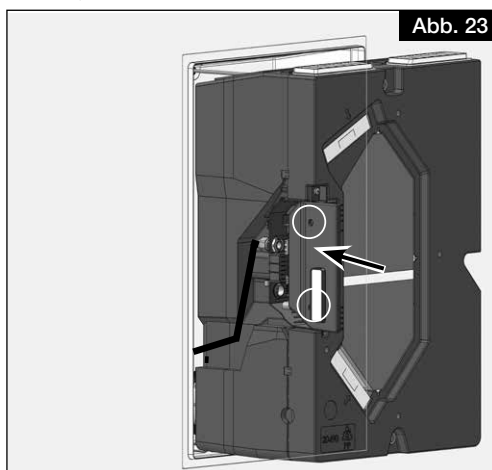
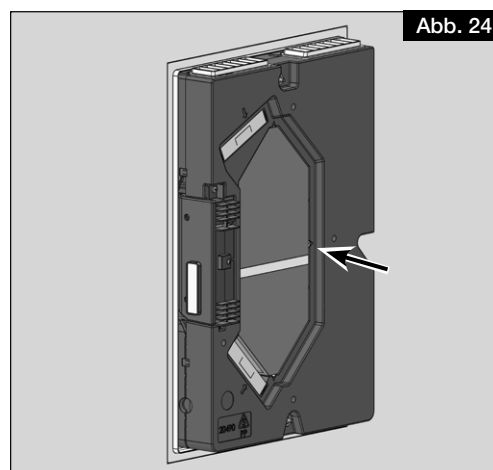

Abb. 23
Abb. 24
6. Den Klemmenkastendeckel mit den zwei Schrauben befestigen. Das Gerät vollständig einschieben (siehe Abb. 23, Abb. 24).